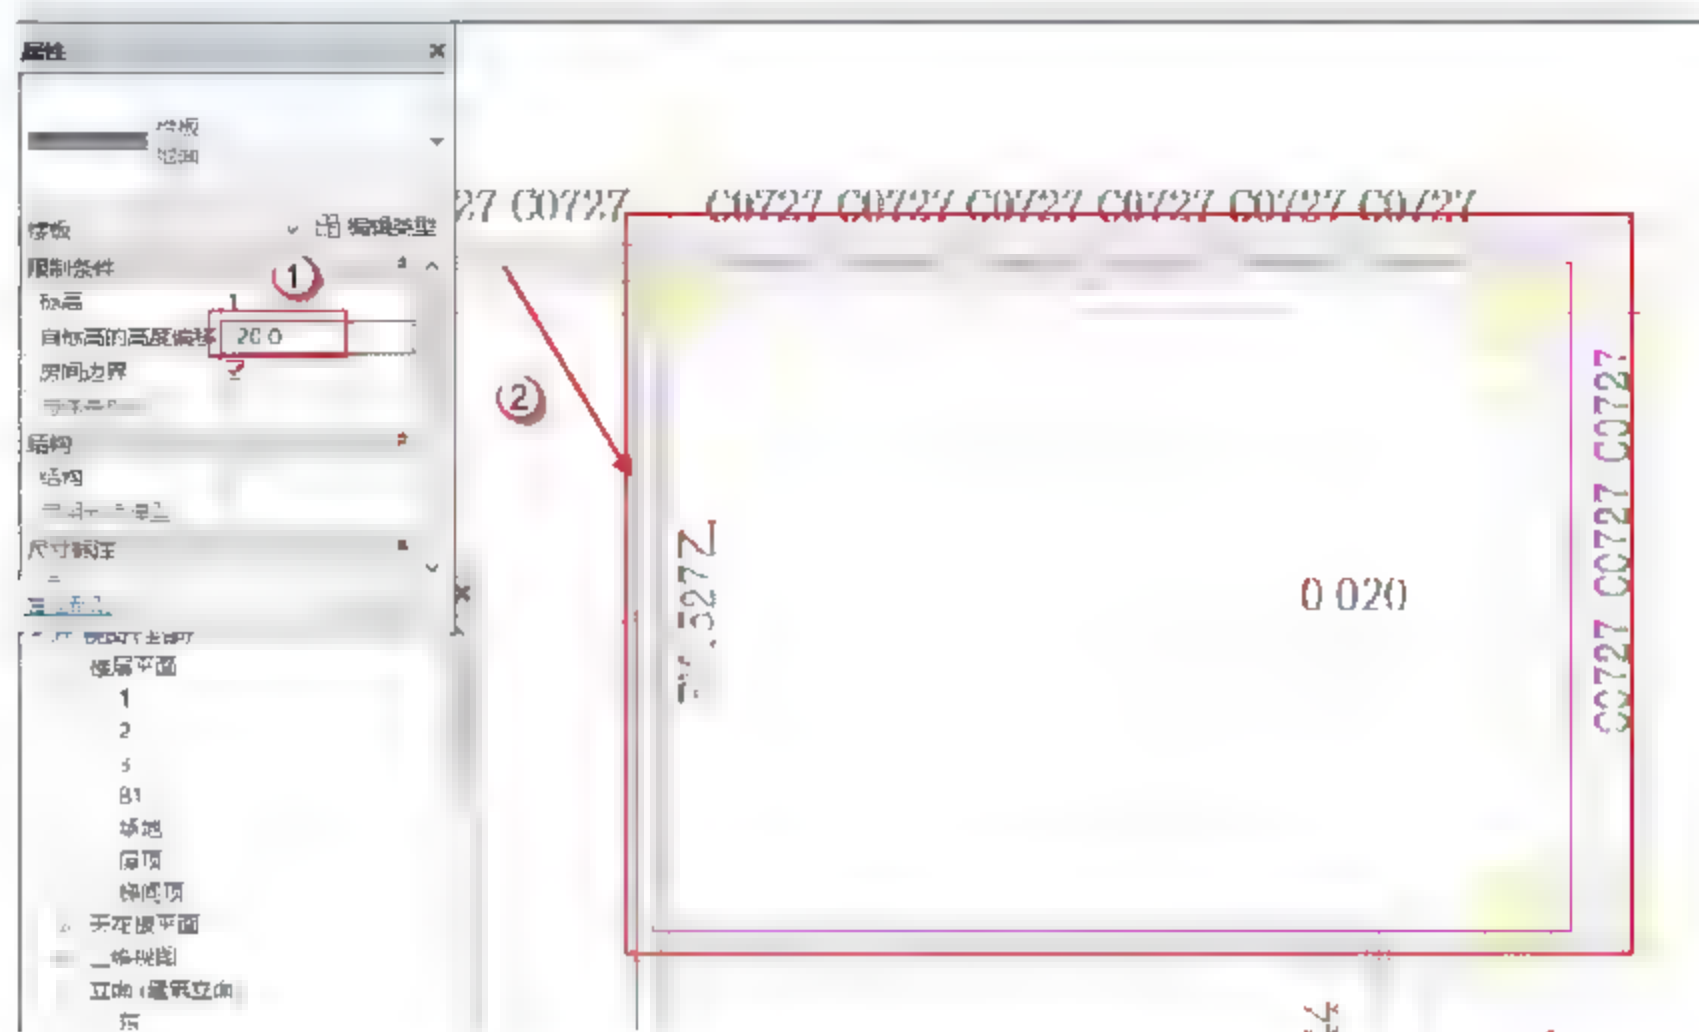

图 10.2.97 标高偏移为“-20”的“地面”部分绘制
(9) 10 轴到 11 轴之间标高偏移为“20”的“地面”部分绘制。选择“建筑”→“楼板”→“建筑楼板”→“楼面板 1”命令，标高为“1”层，将标高改为“-20”，由于这里的板是规则的矩形，所以选用“矩形”工具绘制，绘制路径如图 10.2.97 所示，绘制完成后，单击模式选项面板下的√按钮。